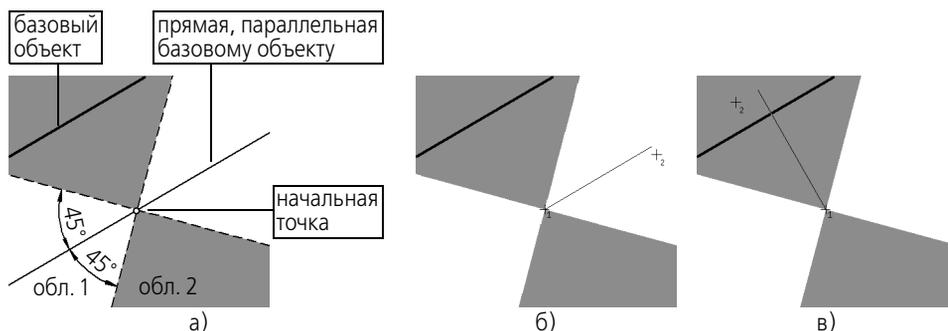

Рис. 19.1. Построение отрезка параллельно/перпендикулярно прямолинейному объекту
3. Перемещайте курсор по полю документа. На экране появится фантом отрезка. В зависимости от положения курсора относительно начальной точки фантом может быть параллельным или перпендикулярным базовому объекту. Если курсор находится в области 1 (рис. 19.1, а), то фантом отрезка строится параллельно базовому объекту (рис. 19.1, б), а если в области 2, то — перпендикулярно (рис. 19.1, в).
2. Перемещайте курсор по полю документа. На экране появится фантом отрезка. В зависимости от положения курсора относительно начальной точки фантом может быть параллельным или перпендикулярным базовому объекту (см. рис. 19.1 на с. 155).